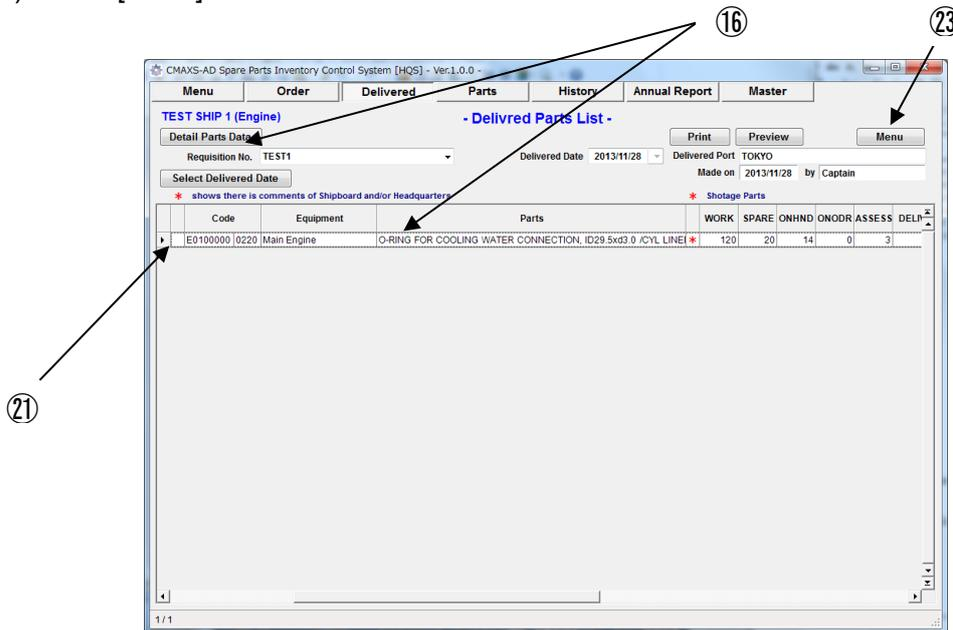
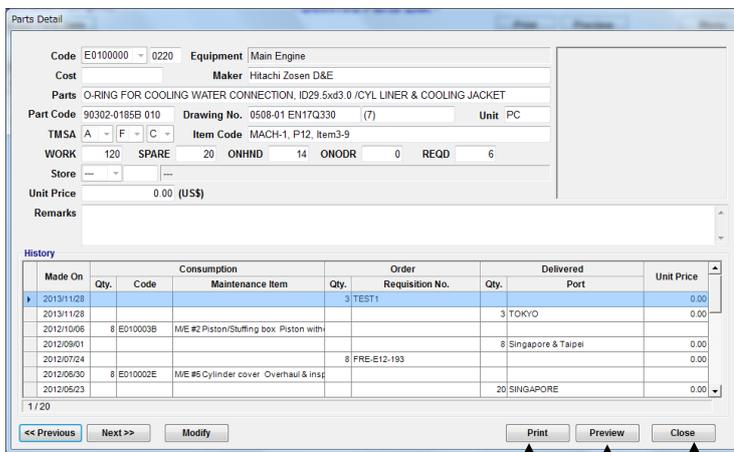

図 9-5 Delivered Parts List 画面
図 9-6 Parts 画面
(16) “Delivered Parts List 画面”(図 9-5)上で部品を選択し、[Detail Parts Data]を選択してください。
(17) “Parts ウィンドウ”(図 9-6) が表示されますので、受領部品を確認してください。
(18) 部品案内を印刷したい場合は[Print]を選択してください。
(19) 印刷画面を確認したい場合は[Preview]を選択してください。
(20) [Close] を選択すると “Delivered Parts List 画面”(Fig.9-5)に戻ります。
(21) 本船よりコメントがある場合は左端に [*]マークが表示されます。